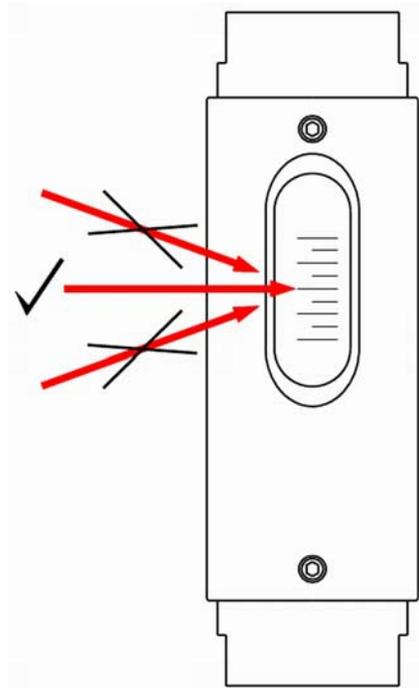

Abb. 32: Messskala ablesen
- 2.** ▶ Geradeaus auf die Messskala blicken (Abb. 32, mittlerer Pfeil). Durch einen Blickwinkel von oben oder unten kann der Ablesewert verfälscht werden